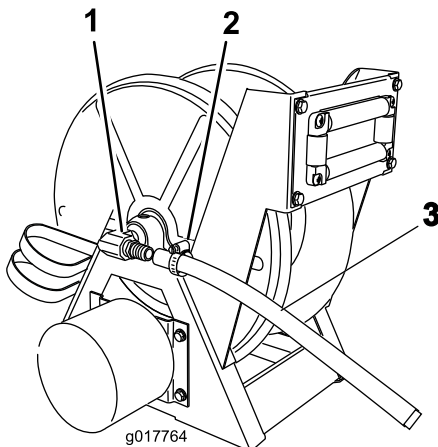

Bild 11
3. Befestigen Sie das Schlauchende über die rechtwinklige Zahnung an der Behälterseite des Schlauchwagens (Bild 11).